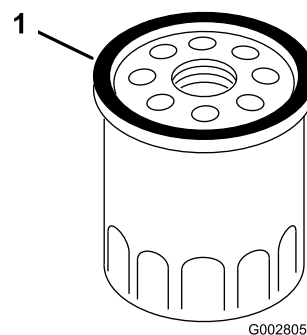

Figura 23
8. Usando el dedo, unte la junta del filtro nuevo con aceite (Figura 23).